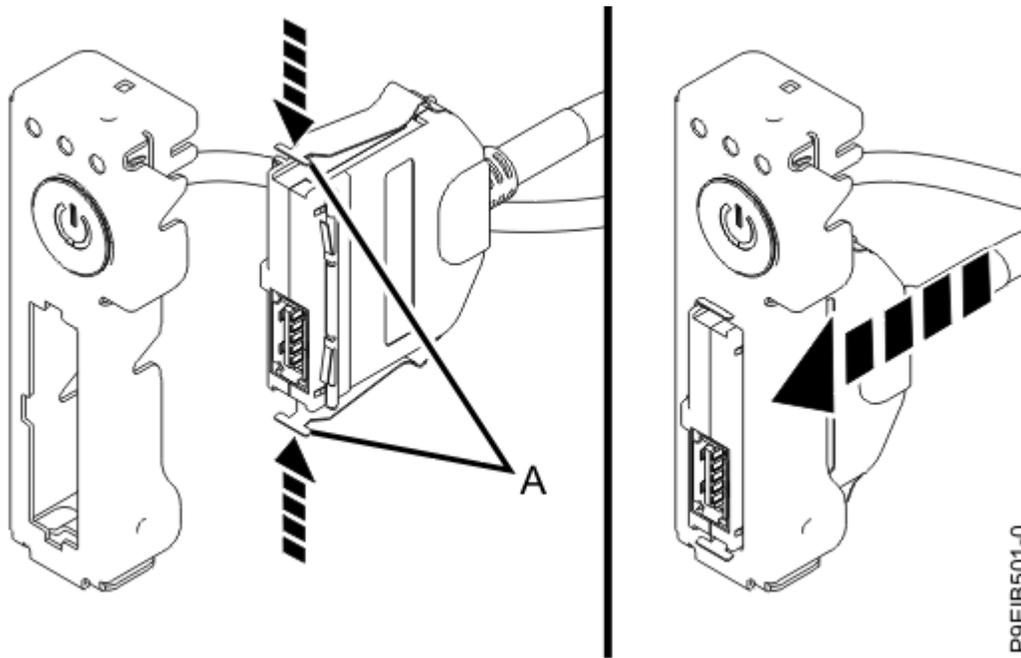

Figure 41. Raccordement du câble et connecteur USB à l'interrupteur d'alimentation
3. Tout en appuyant sur les languettes **(A)**, raccordez l'ensemble câble et connecteur USB à l'interrupteur d'alimentation, comme illustré dans la Figure 41, à la page 60.